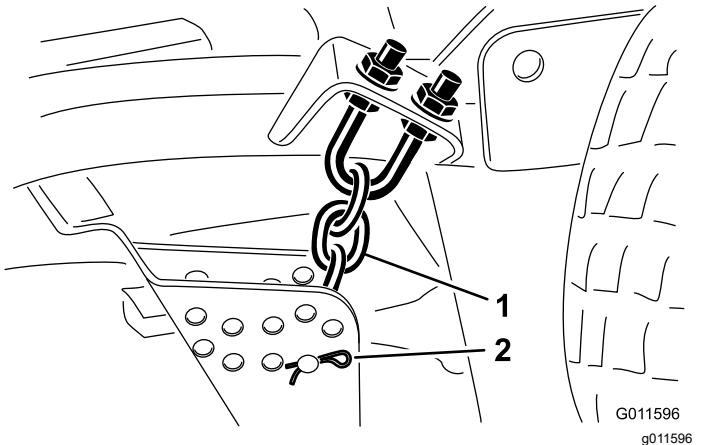

Рисунок 19
9. Снимите игольчатый шплинт и шплинтуемый штифт, которые крепят цепи регулировки высоты скашивания к задней части режущего блока (Рисунок 19).